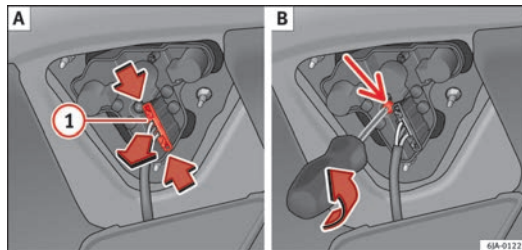

Abb. 163 Lampenträger ausbauen
- Lösen Sie den Stecker **1** ⇒ Abb. 163 **A** und schrauben Sie den Lampenträger ⇒ Abb. 163 **B** ab. Achten Sie darauf, die Befestigungsschraube des Lampenträgers nicht zu verlieren.